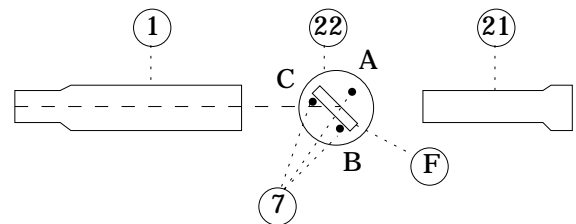

Abb. 3
1. Fernrohr (1), Spaltrohr (21) und Prismentisch (22) nach Augemass horizontal ausrichten.
2. Fernrohr (1) und Spaltrohr (21) mit Justierschrauben (5) bzw. (16) mittig ausrichten.
3. Fernrohr (1) auf das Spaltrohr richten und mit Einstellschraube (2) den Spalt (19) scharf einstellen.
4. Mit dem Okular (4) das Fadenkreuz scharf einstellen.
6. Okular (4) und Beleuchtungseinrichtung (3) so gegeneinander verdrehen, dass die Innenseite des Spaltes (19) gut ausgeleuchtet wird. Beleuchtungseinrichtung (3) in dieser Stellung festschrauben.
7. Auf die mitte des Prismentisches (22) die Planglasplatte auf Halter unter einem Winkel von 45° bezogen auf die Sehlinie des Fernrohres (1) stellen. Dabei muss die Verbindungslinie zweier Nivellierschrauben (7) des Prismentisches (22) parallel zu den Seitenflächen der Planglasplatte verlaufen (s. Abb. 3)
8. Fernrohr (1) senkrecht zu einer Seitenfläche der Planglasplatte ausrichten. Dabei muss sich das Fadenkreuz in der Seitenfläche spiegeln.
9. Mit einstellerschraube (2) das gespiegelte Fadenkreuz scharf einstellen.
10. Durch wechselweises Drehen der Höhenverstellungsschraube des Fernrohres (6) und der Nivellierschraube A des Prismentisches (22) horizontalen Faden des Fadenkreuzes und sein Spiegelbild zur Deckung bringen.
11. Fernrohr (1) um 180° schwenken. Faden und Bild müssen sich decken. wenn nicht, wie unter Punkt 10 beschrieben korrigieren.
13. Spannung für Beleuchtungseinrichtung (3) abschalten. Planglasplatte zum Ausrichten des Spaltrohres (21) auf dem Prismentisch (22) stehen lassen.